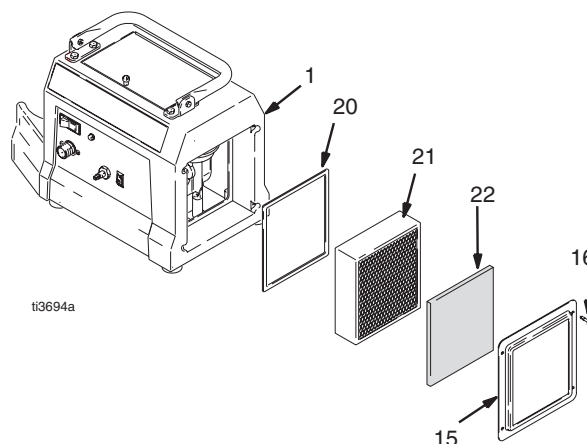

Рис. 6
- 2 Открутите четыре винта с накатанной головкой (16), снимите держатель фильтра (15) и извлеките фильтр предварительной очистки (22). Рис. 6.
- 3 Извлеките основной фильтр (21) и очистите с использованием одного из следующих способов: